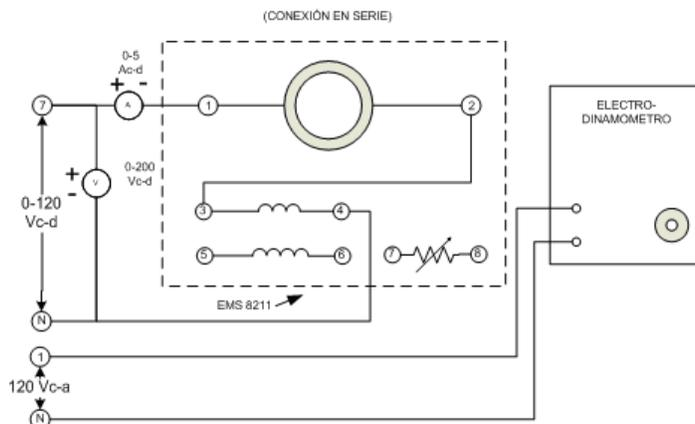

FIGURA 2
11.- Conecte el circuito ilustrado en la figura 2 utilizando los módulos de fuente de energía, motor generador de CD, medición de CD y el electrodinamómetro.